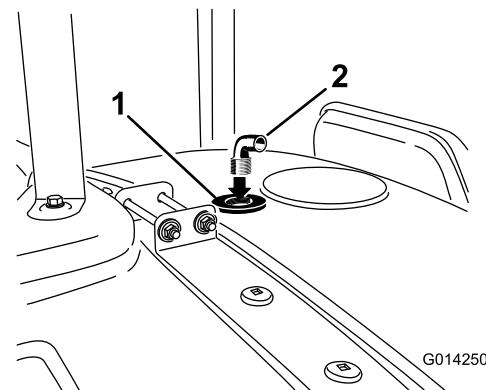

**Figure 16**
4. Insérez le raccord à 90° dans l'ouverture filetée de la traversée de la buse de rinçage (Figure 16).